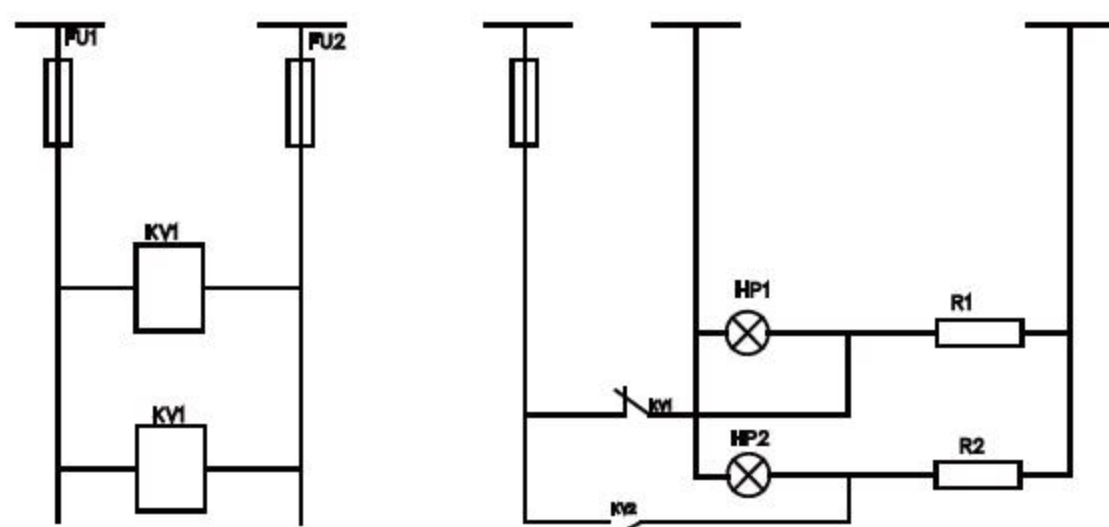

图9-86 绘制连接线路
- 01 选择菜单【绘图】|【直线】命令，绘制线段，连接元器件，如图9-86所示。